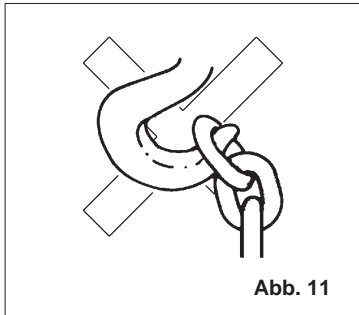

Abb. 11
• **Einhängen der Last:** Last stets in der Hakenmitte einhängen. Hakenspitze nicht belasten (Abb. 11). Dies gilt auch für den Traghaken.